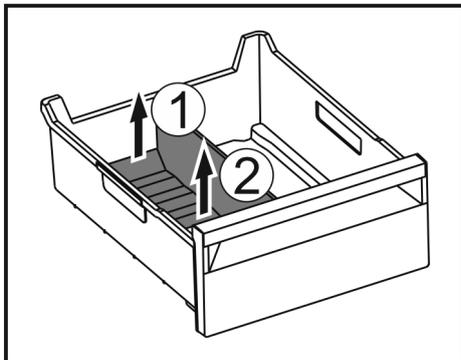

Fig. 116
- Sollevare la parte posteriore del divisore dello scomparto del ghiaccio. Fig. 116 (1)
- Rimuovere il divisore dello scomparto del ghiaccio verso l'alto. Fig. 116 (2)